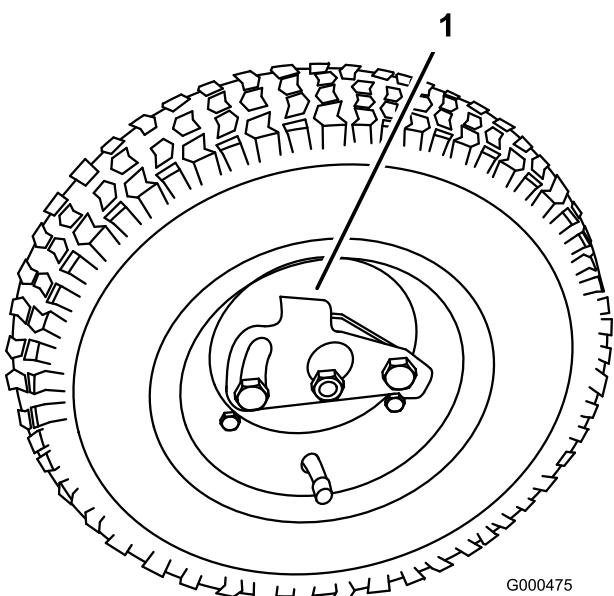

Figura 8
- Premete il clip di bloccaggio verso il centro della ruota, e collocate quest'ultima sull'albero esagonale (Figura 8).